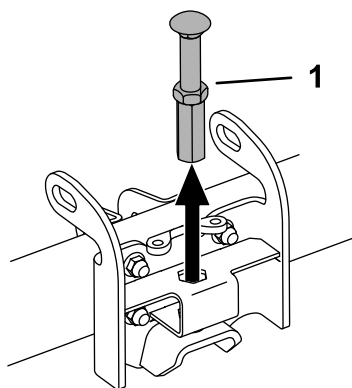

Figura 19
13. Instale el conjunto de tope como se muestra en Figura 19 o almacénelo en un lugar seguro.